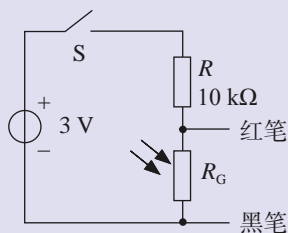

图 2-7 测量光敏电阻阻值电路原理图及实物图
- (1) 按图2-7所示连接电路。
- (2) 断开开关,在不同的光照条件下,用多用电表测量光敏电阻的阻值,记录在下表中。